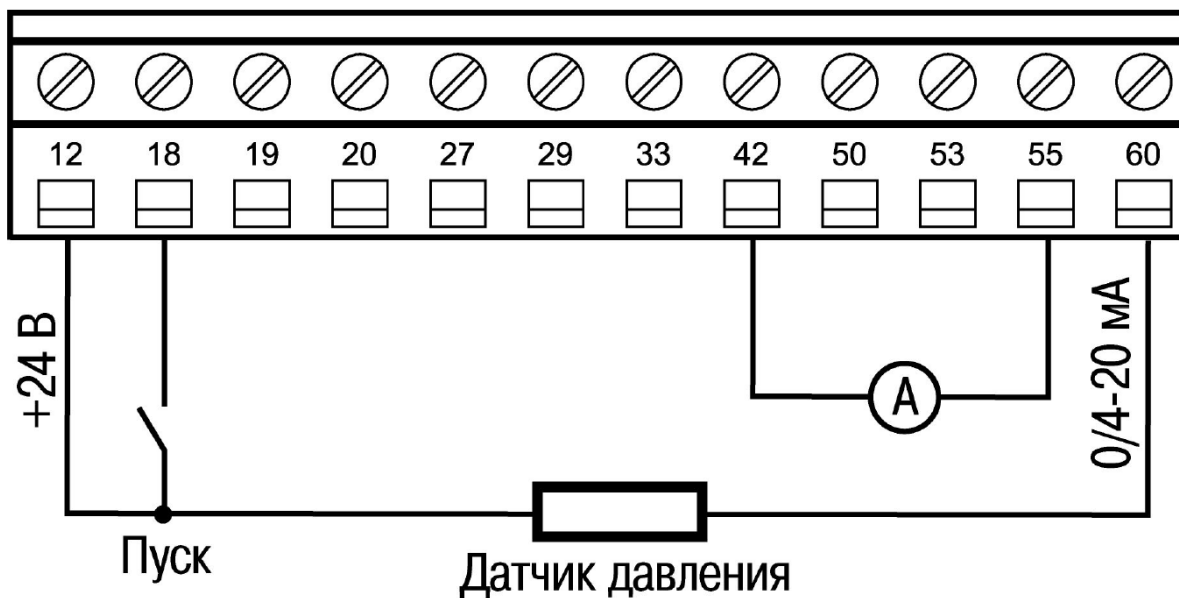

Рисунок 2. Схема подключения датчика давления к ПЧВ и использованием внутреннего источника питания.
- С использованием внутреннего источника питания (Рис. 2).